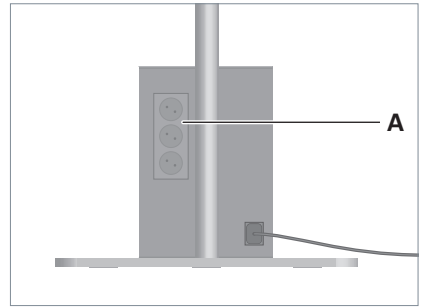

Fig. 11: Geräte anschließen.
- ▶ Stecken Sie die Netzstecker der Geräte in eine Steckdose der Steckdosenleiste **A** an der Versorgungseinheit, siehe Fig. 11.